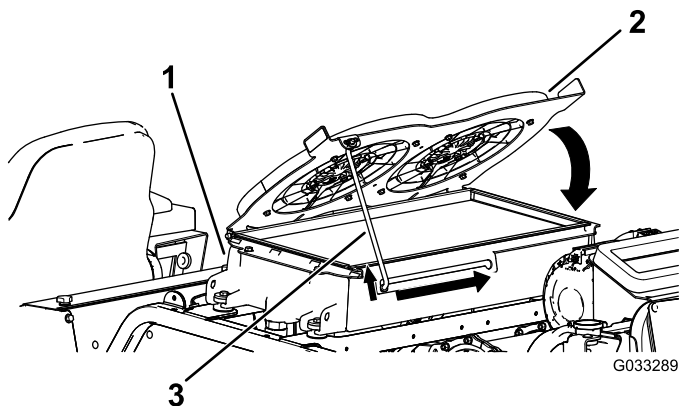

Рисунок 120
4. Поверните вентиляторы охлаждения гидравлической жидкости вниз и зафиксируйте опорную стойку в выемке (Рисунок 120).